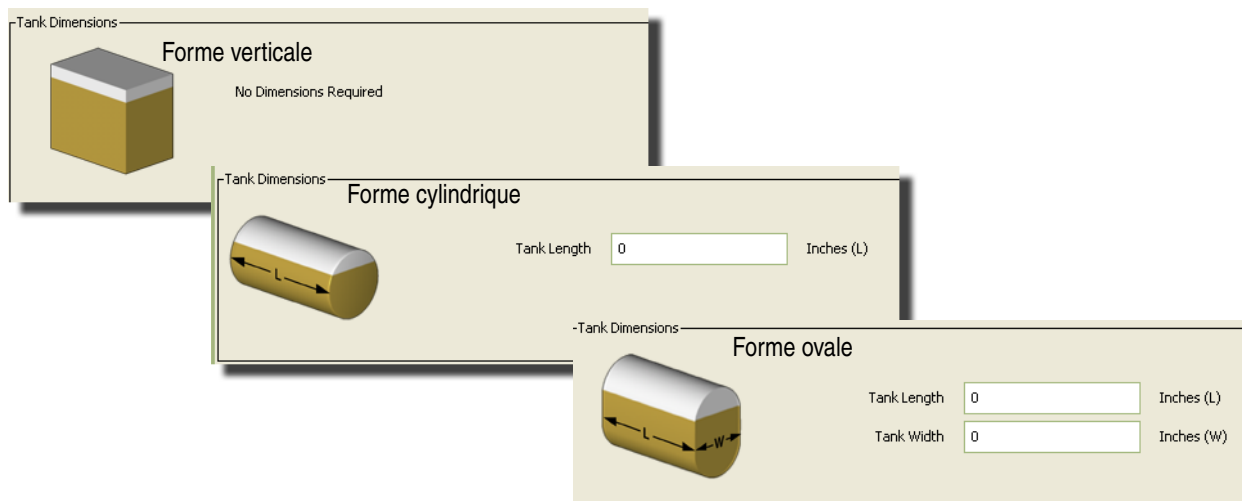

FIG. 74
- **"Tank Shape" (Forme de réservoir)** : sélectionnez soit "Vertical" (Vertical) (par défaut), "Cylinder" (Cylindrique) ou "Obround" (Ovale). Des informations supplémentaires concernant les dimensions sont nécessaires pour les réservoirs de forme cylindrique ou ovale (consultez la FIG. 74).